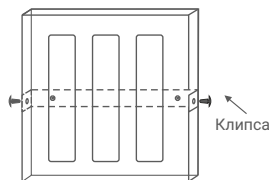

Рис. 2
- г. Вставьте клипсы в крепежные отверстия и нажмите на шляпки клипс для их фиксации (рис. 2). После установки провод должен быть защищен от воздействия окружающей среды.